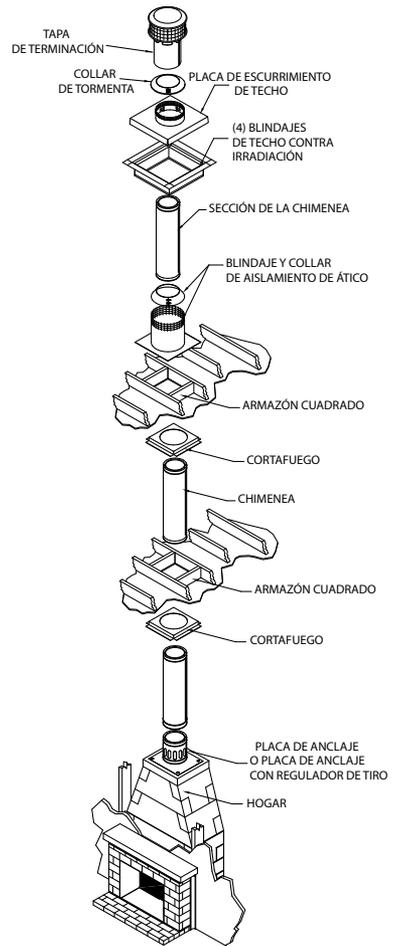

Figura 4
7. Instalación del cortafuego: Se requiere un cortafuego en cada penetración de piso de las instalaciones de pisos múltiples. Los Códigos de edificación exigen un cortafuego en cada nivel de piso/techo, incluidos los lugares donde la chimenea penetra en el ático. La **figura 4** muestra una instalación típica con ático en edificaciones de 2 pisos. **Nota:** el cortafuego no se instala donde la chimenea penetra a través del techo. El cortafuego se instala en la parte inferior del techo/armazón del piso (**fig. 5**). Use como mínimo un (1) clavo de 8